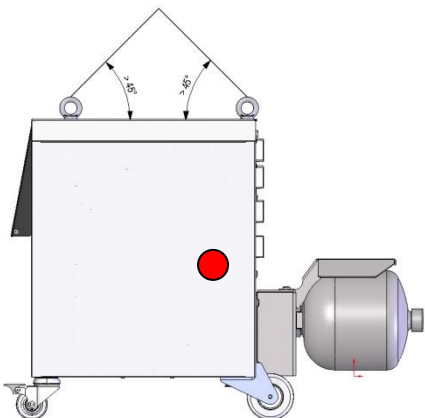

図6：取付け点
1. ロープとベルトを適切に図6取り付けます。
2. 切替装置が真っ直ぐ吊り下げられるようにし、重心が偏らないように（→●図6）注意してください。